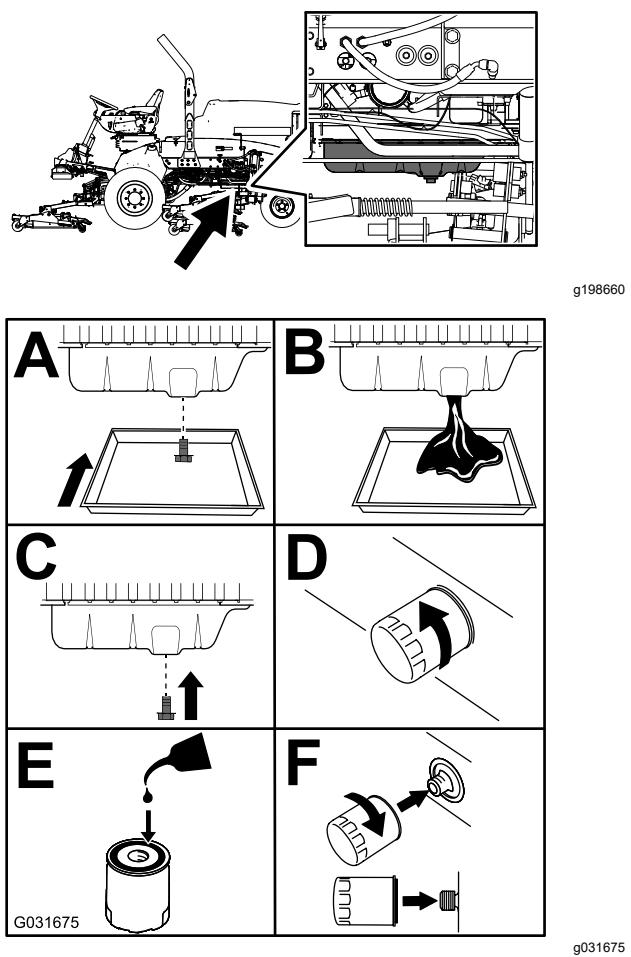

Figura 46
3. Cambie el aceite del motor y el filtro (Figura 46).